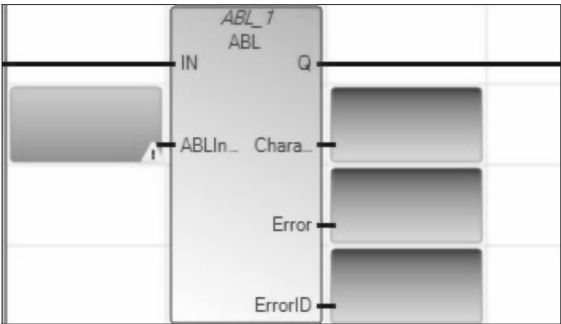

图 9-20 ABL 功能块选择
1) 如图 9-20 所示，拖入一个功能块，然后从指令块中选择 ABL 功能块。ABL 指令计数在缓冲区中的字符，并包括第一个终止符。